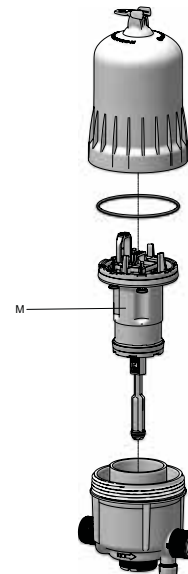

Abb. 29
- Die Glocke per Hand abschrauben (**Abb. 29**) und entfernen.